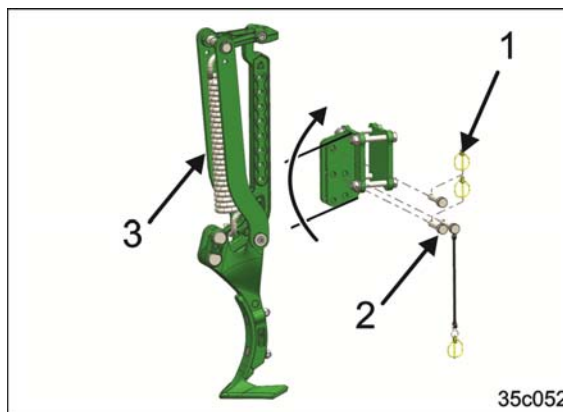

Bild 126
1. Avlägsna alla låssprintar (Bild 126/1).
3. Avlägsna alla insticksbultar (Bild 126/2).